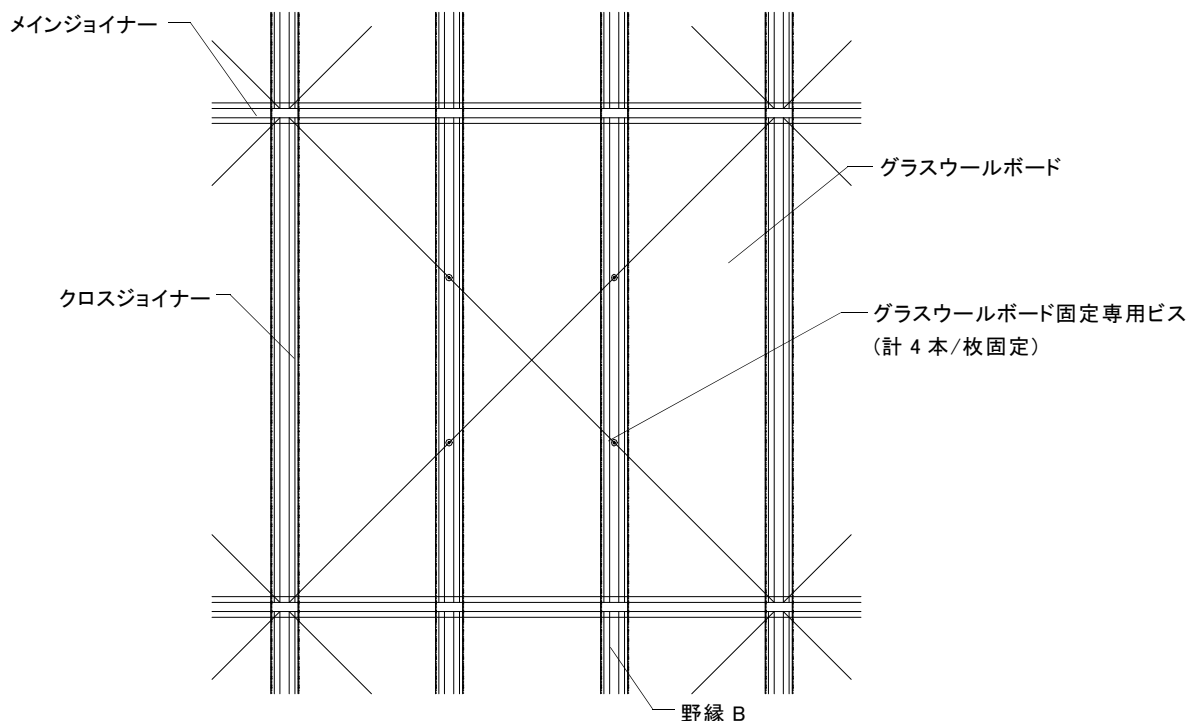

図 2-7-1 グラスウールボードのビス固定
①グラスウールボードは野縁 B にグラスウールボード固定専用ビス(2本/本かつ計4本/枚)で固定する。なお、意匠上、固定位置は均等間隔であることが望ましい。(図2-7-1参照)